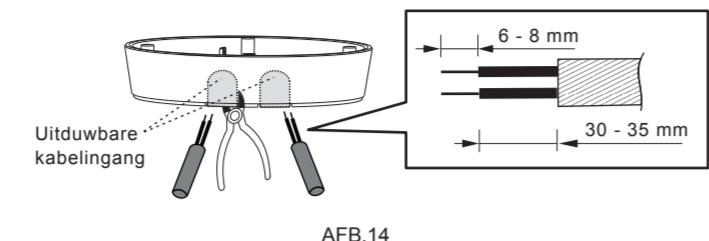

AFB.13-A
4.4.3.1 Er zijn 4 paar uitduwbare locaties op verschillende afstanden van 41 mm tot 85 mm op de aansluitdoos die kunnen worden geselecteerd voor diverse montagetoepassingen (zie AFB.13-A). Selecteer twee identieke figuren aan beide uiteinden voor de overeenkomende afstand voor bevestiging (zie AFB.13-B).